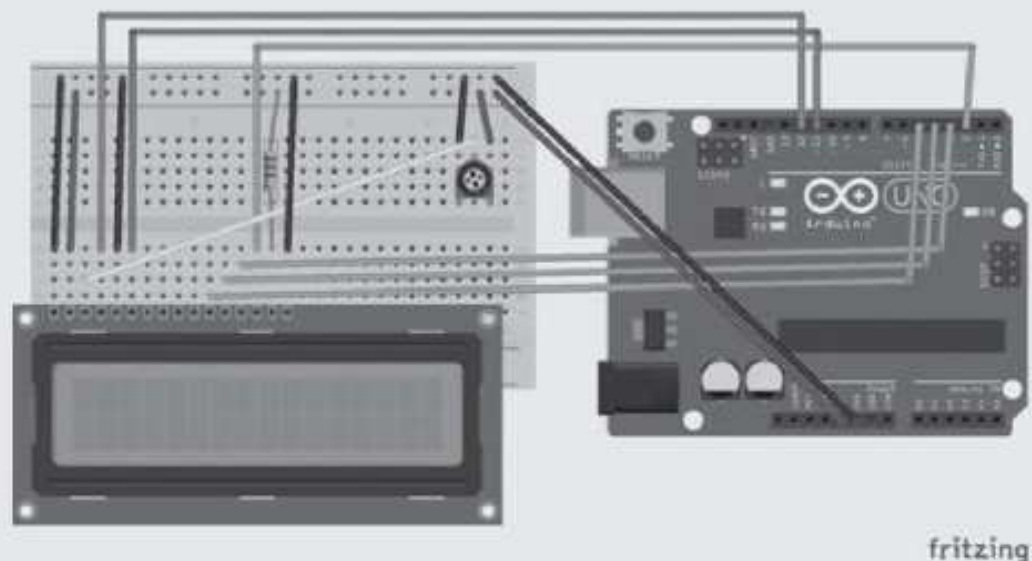

Figura 7.10 – Circuito básico para uso do LCD.
1. A partir do circuito mostrado na Figura 7.10, elabore uma rotina que mostre o seu nome completo.
2. Utilizando como referência o circuito mostrado na Figura 7.10, escreva um sketch que mostre todas as letras de alfabeto em letras maiúsculas e, em seguida, em minúsculas.